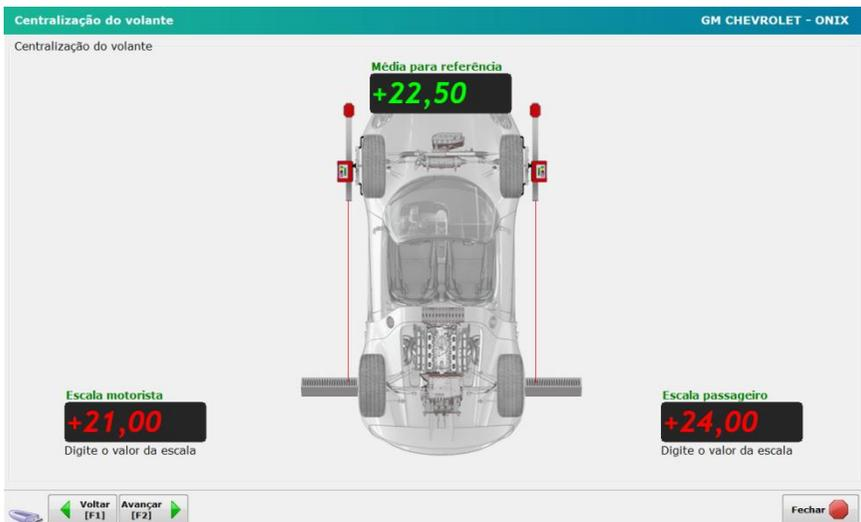

Figura 9
- No **SOFTECK FC** clique **Avançar** [F2] para ver a tela de **Correção do volante** (Figura 9).
- Digite nos campos os valores das escalas, conforme a Figura 9.
Utilize a tela de Correção de volante para fazer o cálculo, só que dessa vez com as escalas encostadas nas rodas da frente (Figura 9 e 10).
No **SOFTECK FC** clique em **Avançar [F5]** para chegar à tela de **Correção de volante** e digite nos campos os valores das escalas, conforme a Figura 9. O resultado aparece no campo central na cor verde.